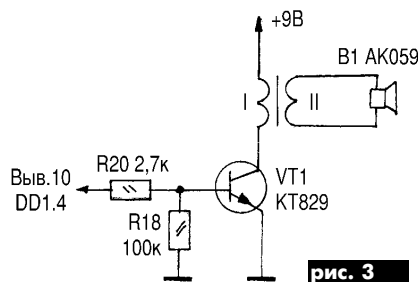

рис. 3
**Детали.** В схеме применены резисторы типа МЛТ-0,125, МЛТ-0,25, подстроечные резисторы типа СПЗ-38, СПЗ-27. Конденсаторы малогабаритные типа КМ или импортного производства. Дiodы КД503, КД509, КД522, светодиоды малогабаритные импортного производства, для удобства подбирают различных цветов свечения. Импортную микросхему CD4046 можно заменить К564ГГ1, КР1561ГГ1 (последнюю на радиорынке приобрести не удалось). При этом придется изменить печатную плату. Ультразвуковой излучатель типа АК059 (на радиорынке стоит около 20 грн). Для увеличения мощности устройства можно включить ультразвуковой излучатель по схеме, показанной на рис.3. Трансформатор Tr1 выполнен на броневом сердечнике типа СБ-23-17, обмотка I имеет 200 витков провода ПЭВ-1 Ø0,14 мм, обмотка II - 600 витков провода ПЭВ-1 Ø0,07 мм.